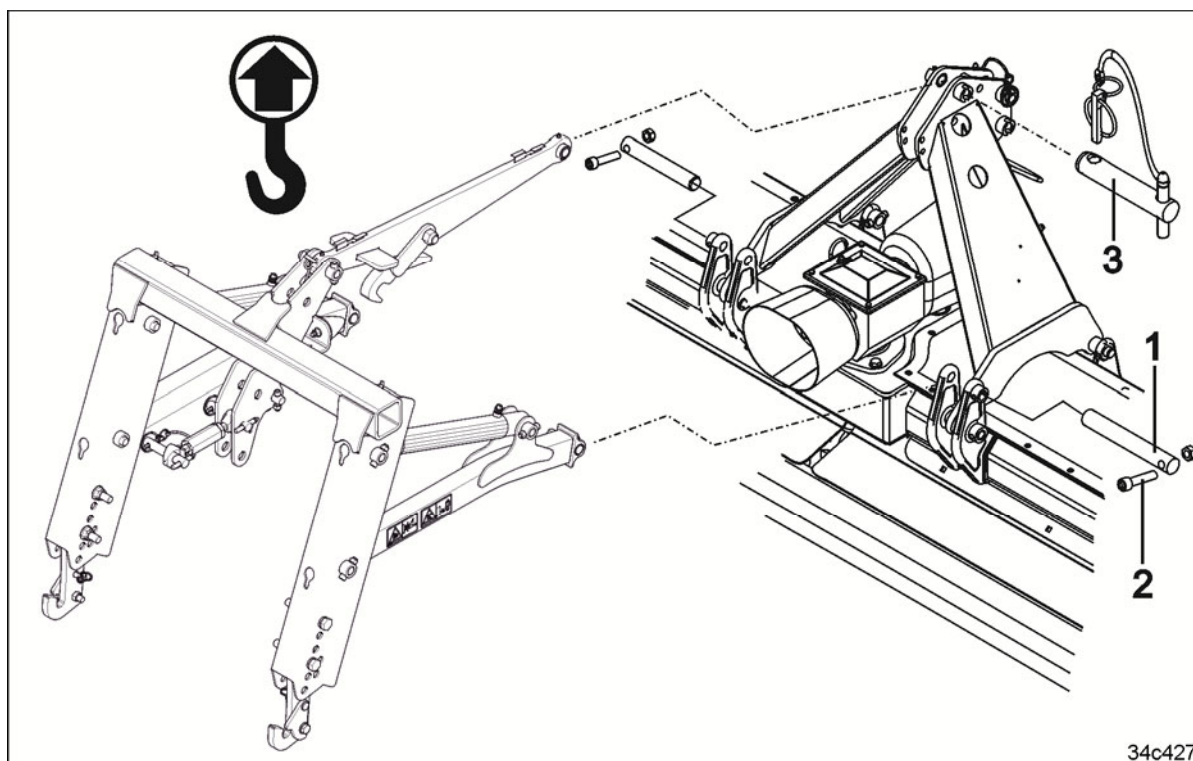

Fig. 81
5. Insertar el bastidor de elevación en el punto de articulación inferior. Fijar el perno (Fig. 81/1) con un tornillo (Fig. 81/2) y una tuerca.
6. Fijar el brazo superior con un perno (Fig. 81/3) y asegurarlo con un pasador de clavija.